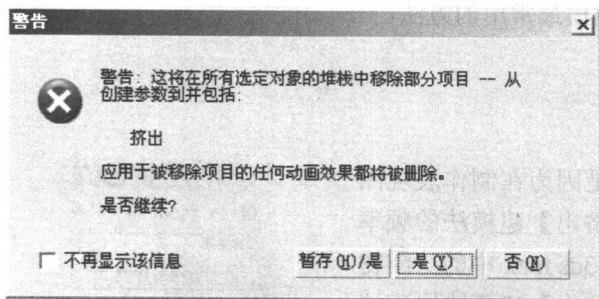

图 1-1-4 警告对话框
(4) 在编辑修改器列表中返回到顶层【线】编辑模式，在弹出如图 1-1-4 所示的警告对话框中单击 按钮，将物体塌陷。